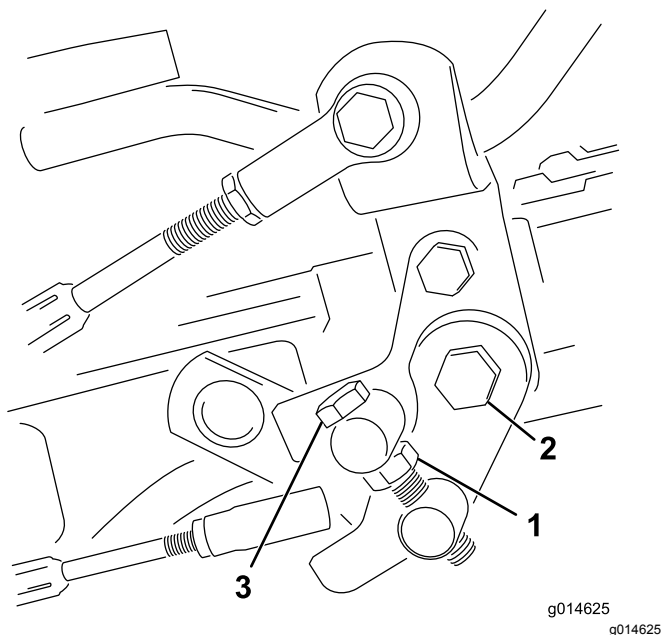

Рисунок 48
1. Ослабьте контргайку на болте цапфы (Рисунок 48).
4. Чтобы зафиксировать регулировку, затяните контргайку на болте цапфы и гайку на шарнире педали (Рисунок 48). Проверьте регулировку и при необходимости повторите ее.